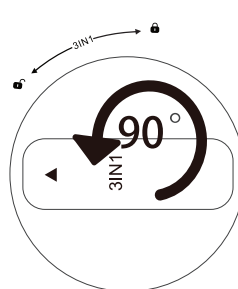

Figura 6
4. Gire el elemento de filtro usado 90° en sentido contrario a las agujas del reloj, de modo que el icono del triángulo en la parte superior del elemento de filtro apunte al ☹ icono, retire el elemento usado Consulte la **Figura 6**.